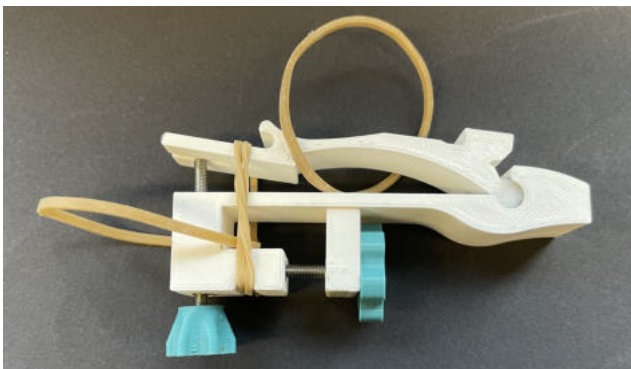

Abb. 20: Die beiden restlichen Gummibänder werden am Rumpf angebracht.
- (4) Befestige zwei Gummibänder am Rumpfmittelstück (Abbildung 20).
- (5) Lege zuerst das eine Gummiband ein und wickle dann das Zweite doppelt um den Rumpf.